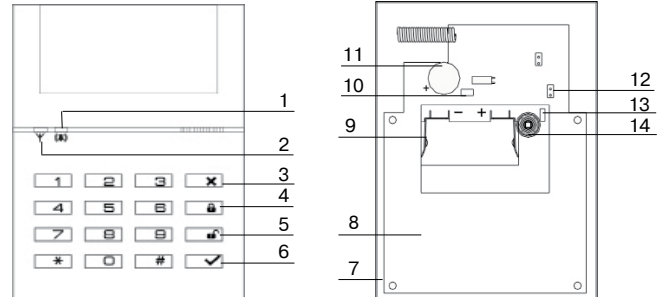

Рисунок 1
ПУВ-РК состоит из следующих элементов (рисунок 1): корпус (7) с установленной печатной платой (8). Батарея устанавливается в держатель (9). На печатной плате установлены: пьезоизлучатель (11) и переключатель для отключения звука (10), служебный индикатор (13) и контакты «СБРОС» (12) для перевода ПУВ-РК в режим «Связывания», датчик снятия с места установки (14). Индикаторы общего назначения (1), Ү (1, 2) выведены на лицевую панель, и могут включаться или выключаться в соответствии с командой, принятой от ППК.